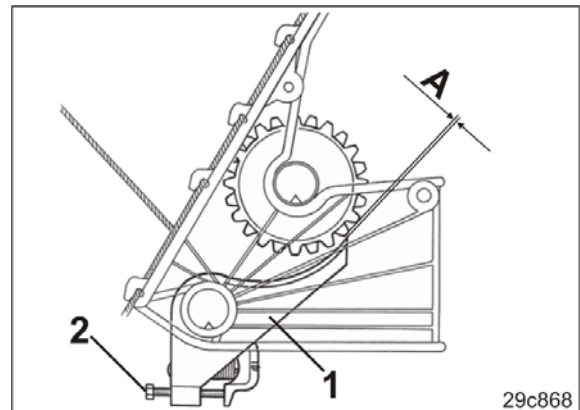

Fig. 220
2. Die Bodenklappen (Fig. 220/1) auf Leichtgängigkeit prüfen.
Der Abstand „A“ (Fig. 220) zwischen Bodenklappe und Särad beträgt 0,1 mm bis 0,5 mm.
5. Mit der Schraube (Fig. 220/2) den vorgeschriebenen Abstand einstellen.